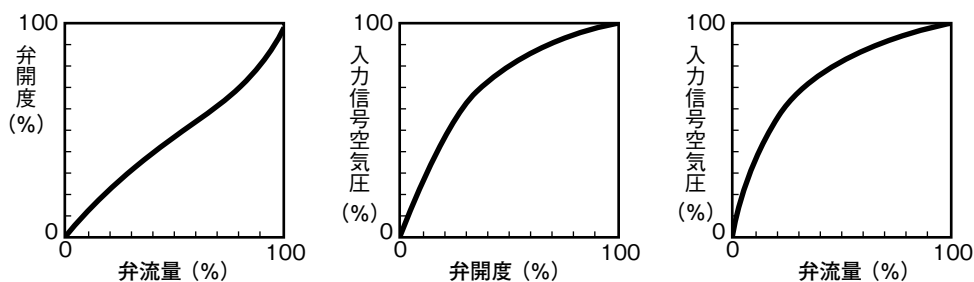

図 5-10 カム使用例 フローウィングバルブ（フルポート・逆作動）の場合
- 【2】 図5-10を参照し、プロセスに適する流量特性の得られるカム特性を選定します。